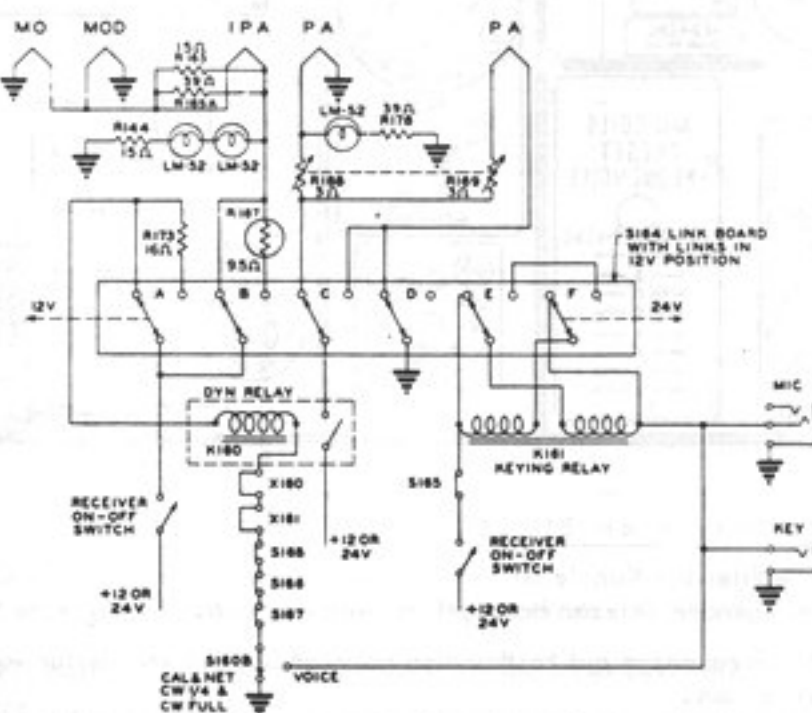

Abb. 10
Zum Umschalten der verschiedenen Betriebsarten, Betriebsspannungen und sonstigen Funktionen werden im BC 653 diverse Schalter und Schraubverbindungen benutzt, deren Zusammenhänge aus den Abb. 10 und 11 hervorgehen.
10. Drehen Sie die im Bild 10 gekennzeichnete Frequenzeinstellung des Kanals A, bis der Überlagerungston im Empfänger zu hören ist, stellen Sie auf Zero-Beat (Schwebungsnull) ein.